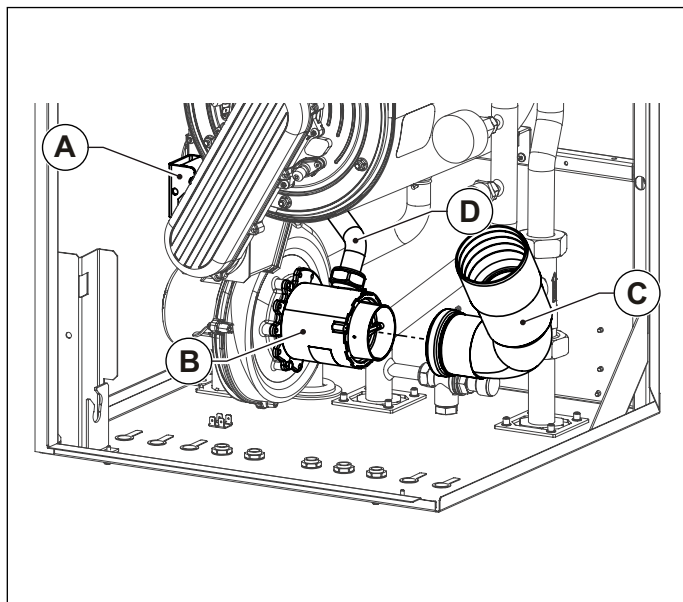

Рис. 41 Воздуховод
- Снимите глушитель воздухозабора **C** со смесителя (Только KR 85) (смотри Рис. 41 Воздуховод).
- Отсоедините газовую трубу **D** от смесителя **B** (см. Рис. 41 Воздуховод).
- Соедините газовую трубу **D** со смесителем (см. Рис. 41 Воздуховод).